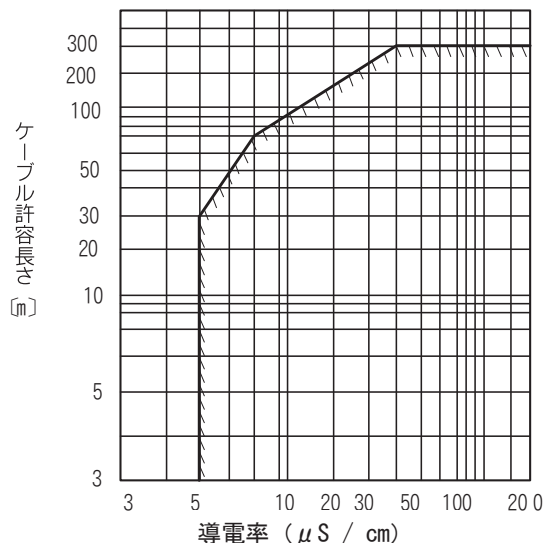

図13 導電率-ケーブル長さ関係図
- (1) 検出器-変換器間信号・励磁ケーブルは、必ず厚鋼電線管(JIS C8305 22mm)にて配線してください。電線管接続口は、検出器側R(PT)1/2おねじです。検出器直前には、フレキシブルコンジットをご使用ください。
- (2) 接地線は極力短くしてください。D種接地(接地抵抗100Ω以下)が必要です。また、接地電流が流れるような他の機器との接地の共用は避けてください。(単独接地をお勧めします)
- (3) 検出器-変換器間ケーブル長さは、導電率によって、許容ケーブル長さが異なります。図13をご参照ください。
- (4) デジタル出力1とオプションのデジタル出力2、デジタル入力のコモン端子(COM)は共通ですので、これらの入出力端子にグラウンドが異なる外部信号や電源を接続することはできません。2つ以上の入出力を使用する場合は、接続する信号グラウンドや電源グラウンドがすべて共通であることを確認し、共通グラウンド側をコモン端子(COM)に接続してください。